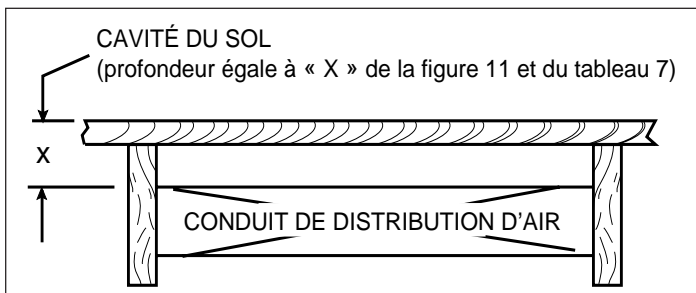

Figure 9.
- Déterminer la profondeur de la cavité du sol, de la surface du sol au haut du conduit de distribution d'air (voir la figure 9).